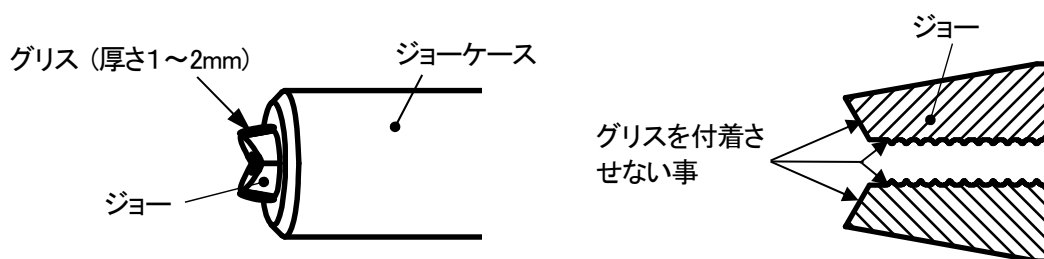

図 7-5
- ⑦ジョーケースにジョーを組み付けてください。グリスをジョーケースより突き出したジョーのテーパ面にも同様に塗布してください。(図 7-5)